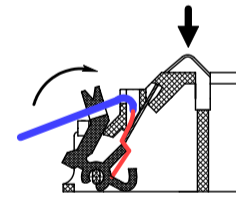

Рисунок 2
- ввести в канал провод и зафиксировать его, поджав кнопку- зажим до упора (см. рисунок 2);
– проверить надежность соединения для чего необходимо надавить на изгиб контакта, имитируя нажим датчиком (см. рисунок 2) и потянуть провод на себя;
– завести провод в паз, расположенный на кнопке-зажиме (см. рисунок 2).